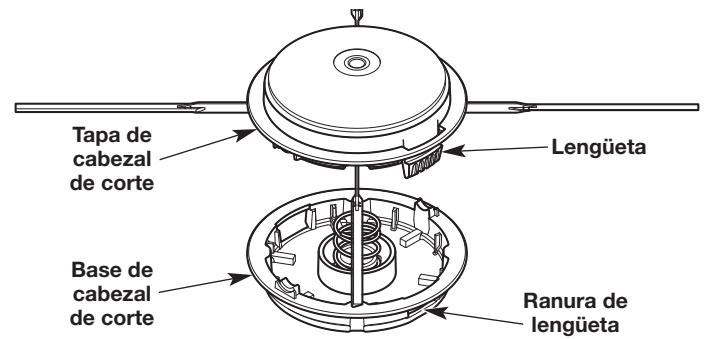

Fig. 25
1. Desconecte el tapón del cabezal de corte de la base del cabezal de corte: Presione con firmeza una lengüeta del tapón del cabezal de corte (Fig. 25). Use el pulgar. Si es necesario, utilice un destornillador de cabeza plana:
- c. Mientras sostiene el destornillador en el lugar, gírelo suavemente para destrabar la lengüeta del panel de las ranuras (Fig. 25).
7. Alinee las lengüetas de la tapa del cabezal de corte con las ranuras de la base del cabezal de corte (Fig. 25). Empuje la tapa del cabezal de corte de la base del cabezal de corte hasta que las dos lengüetas queden insertadas a presión.